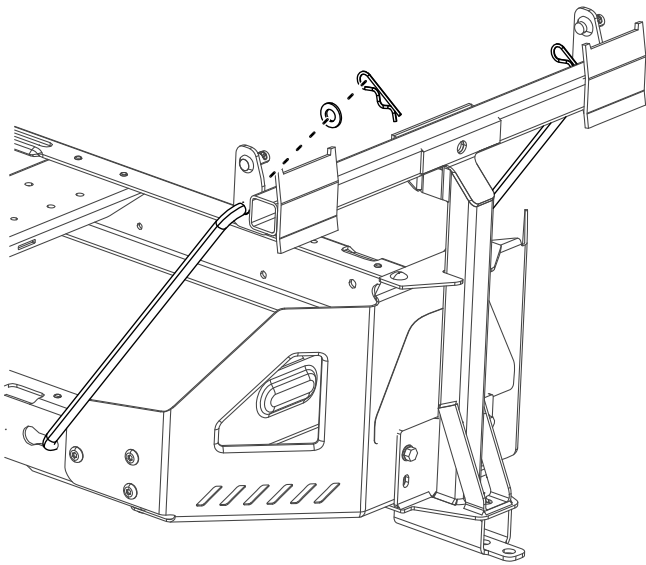

Figure 8
- Placez l'extrémité évasée et coudée d'une tige dans le trou à détrompeur sur le côté gauche du cadre de la machine, et déplacez la tige vers l'arrière pour l'enclencher dans le cadre (Figure 8).
5. Insérez les extrémités coudées des tiges dans le support de fixation d'accessoire, comme montré à la Figure 8, et fixez-les avec une rondelle et une goupille fendue.
2. Montez les supports de pivot sur le cadre pivotant (Figure 8).